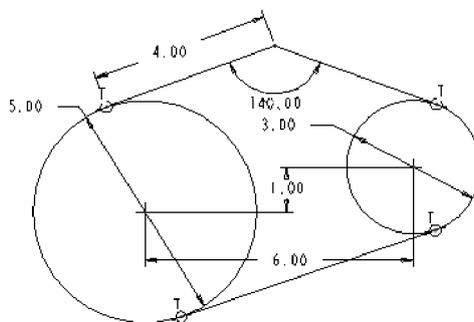

图 2-5 绘制的图形
【实例演练】 绘制如图 2-5 所示的图形。
(1) 单击常用工具栏中的绘制直线按钮.
(2) 在大圆上单击一点(与大圆相切), 移动鼠标到直线的另一点, 然后单击鼠标左键, 继续移动鼠标到小圆上一点(与小圆相切), 单击鼠标左键完成两连续线段的绘制(两线夹角 140°)。
(3) 单击鼠标中键, 结束线段的绘制, 标注线段的尺寸与角度, 如图 2-5 所示。
(1) 单击工具栏中的  按钮。
(2) 在一个圆的边线上单击左键确定切线的起点，移动光标到另一个圆的边线附近（该位置应有构建切线的可能，否则不能绘制切线），完成如图2-5所示的一条公切线。